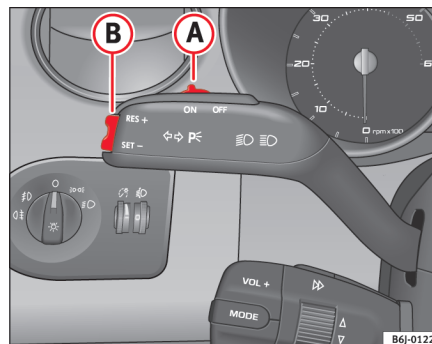

Fig. 102 Manette des clignotants et de l'inverseur codes/phares : commande et touche à bascule du régulateur de vitesse
- Déplacez la commande ⇒ fig. 102 **A** vers la gauche pour la mettre sur **ON**.